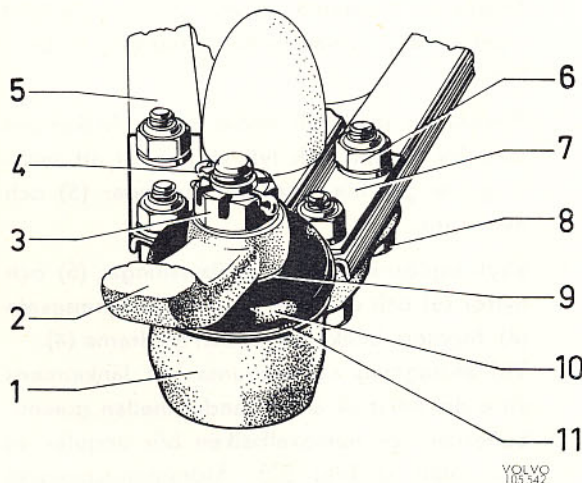

Bild 29. Nedre kulladsfäste
3. Skruva av muttrarna (6 bild 29) och ta bort de fyra skruvarna (8). Demontera saxpinne (4) och mutter (3).
1. Kontrollera att gummikåpan är hel och fylld med fett. Fyll vid behov på universalfett. Kontrollera även att hylsa och låsringar är rätt monterade, jämför bild 29.
2. Sätt kulladen på sin plats i spindeln och montera muttern (3). Åtdragningsmoment 4,8—5,5 kpm (35—40 ft.lb.). Montera saxpinnen (4).
3. Montera kulladen till nedre länkarmen med skruvar (8) och mutter (6).